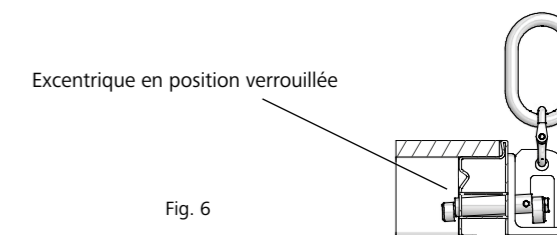

Fig. 6
- La clé de manutention ne doit être utilisée que si son excentrique tourne facilement et qu'elle se verrouille automatiquement par la force de gravité (Fig. 6).